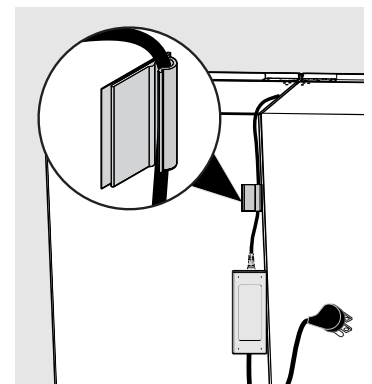

Fig. 12
- Si no se puede colocar la fuente de alimentación en la parte superior de la unidad, adhiérala verticalmente en la pared posterior de la unidad y asegúrese de que la conexión del conector de 3 clavijas a la fuente de alimentación esté hacia abajo (Fig. 12).